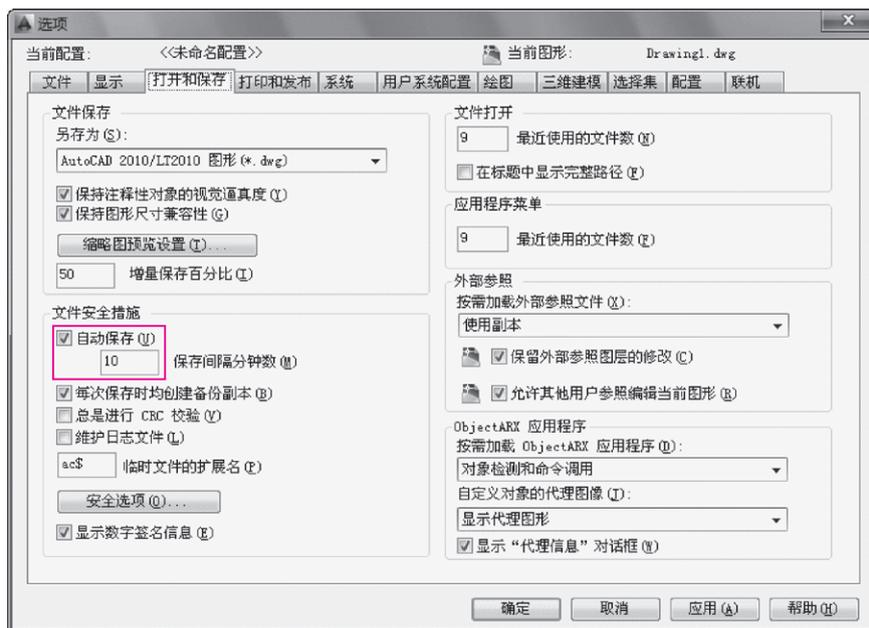

图 1-5 “选项”对话框中的“打开和保存”选项卡
(1) 执行“工具”→“选项”命令，在弹出的“选项”对话框中切换到“打开和保存”选项卡，如图 1-5 所示。